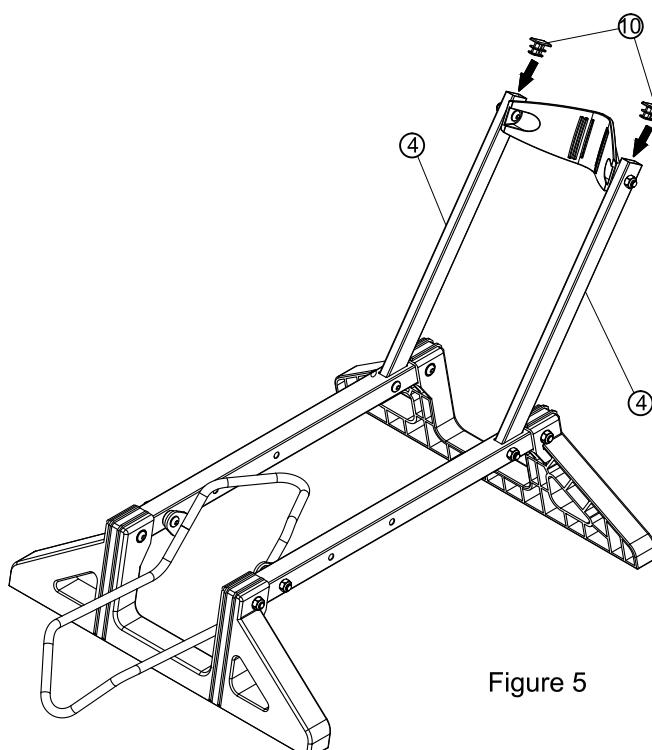

Figure 5
Insérez les bouchons de tube ⑩ dans les ouvertures de tube au-dessus des montants ④ . (Voir Figure 5)